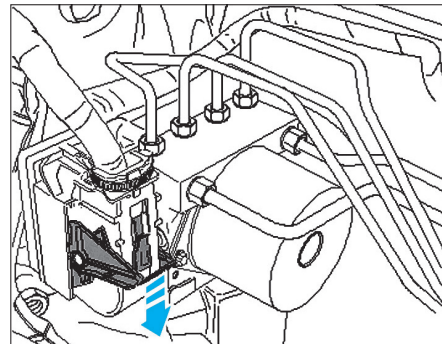

FIG. 26
- Déverrouiller la fiche du calculateur et la débrancher par l'avant (Fig.26).